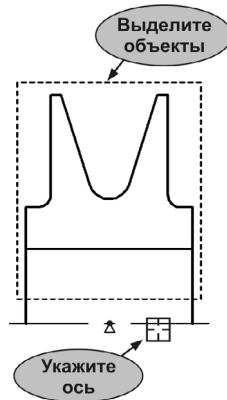

Рис. 64.10.
18.1. Выделите текущей рамкой верхнюю половину детали за исключением оси симметрии (рис. 64.10).